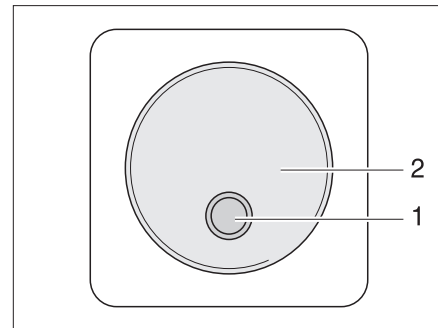

Bild 182 Externer Schalter
- II "Remo." = Gerät kann am externen Schalter (Bild 182,1) ein- und ausgeschaltet werden.
Der externe Schalter für den Wechselrichter (Bild 182) befindet sich im Innenraum des Fahrzeugs, beispielsweise im Eingangsbereich. Der Schalter ist mit der Beschriftung "Wechselrichter" gekennzeichnet. Die LED (Bild 182,1) zeigt den Betriebszustand des Wechselrichters an.